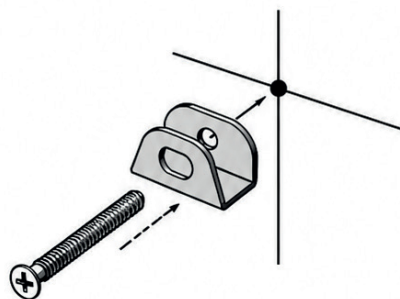

Fig6
3. Insérez les deux chevilles (D) dans les deux supports (C) avec les deux vis (D). (Figures 6 et 7).